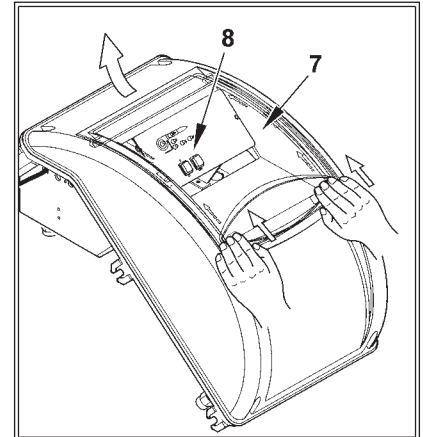

图 4
4) 合上盖板，采用5Nm的力矩紧固4个螺丝(1)以保证良好密封。如果要接触控制面板(8)，如图4所示，沿箭头指示方向轻轻移开透明罩(7)，使其与盖板分离并将其取下。